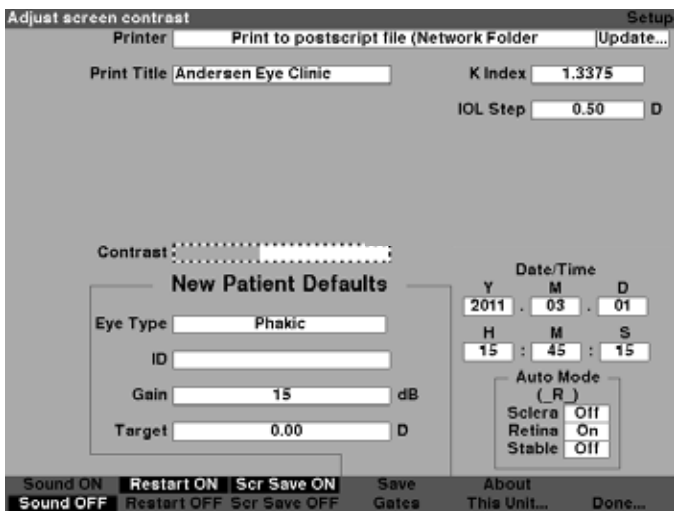

Figura 5-39 *Campo de contraste ativado*
2. Pressione o botão giratório ou o botão $\sqrt{\quad}$ para ativar o campo, indicado pela borda tracejada conforme mostrado na figura 5-39.